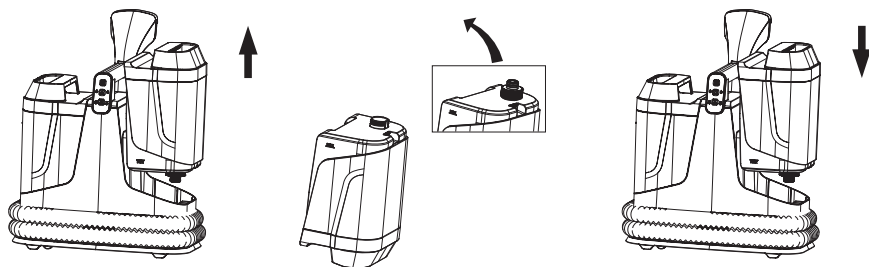

FIG. 3
- Inserte el accesorio que necesite en el conjunto del cabezal hasta que oiga un «clic», lo que indica que está correctamente fijado (FIG. 3). También puede trabajar sin montar ningún accesorio.